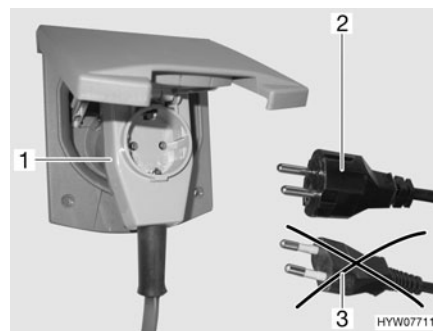

Fig. 102 Raccordement à un adaptateur coudé avec prise de courant
- ▶ Lors de l'utilisation d'un adaptateur coudé CEE 17 muni d'une prise à l'arrière (Fig. 102,1), se servir uniquement d'un connecteur en caoutchouc et scellé IP 44 avec contact de mise à la terre (Fig. 102,2). Ne pas utiliser de connecteur sans contact de mise à la terre (Fig. 102,3).